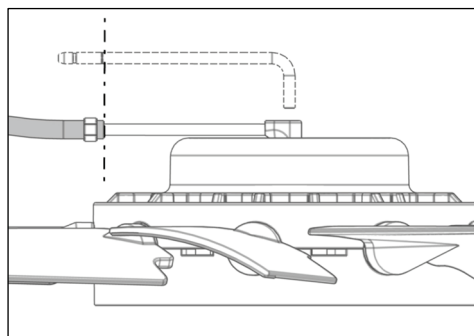

Fig. 19
- 9) Glisați furtunul de aer comprimat peste tubul de admisie a aerului până la marcaj (25 mm / 0,984") (Fig. 19).